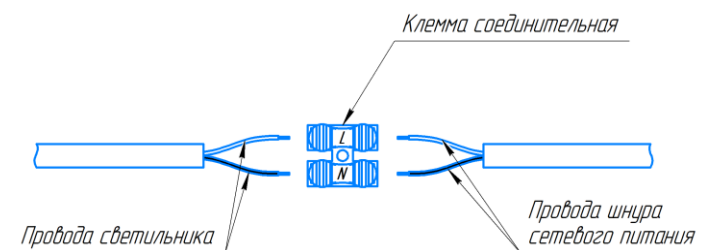

Рисунок 1
8.4 Вставить внешние провода светильника и шнура сетевого в отверстия клеммы соединительной до упора, нажав при этом на язычки толкателей. Коричневый провод вставляется в гнездо, отмеченное буквой L, синий провод – в гнездо, отмеченное буквой N, рисунок 1.